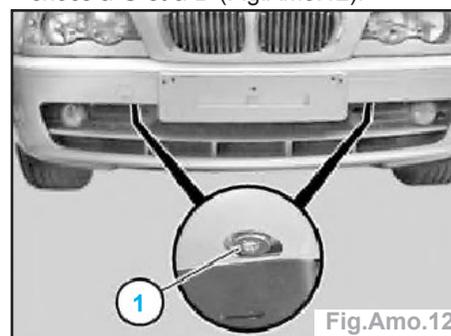

Fig.Amo.12
- Soulever les enjoliveurs du passage de roue (2) sur le côté.
- Défaire les vis (1) des absorbeurs de chocs à G et à D (Fig.Amo.12).